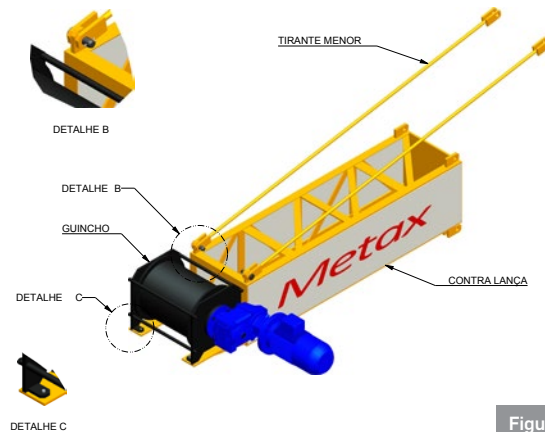

Figura 5
- Montar no solo o Guincho e o Tirante Menor na Contra Lança com parafusos, pinos e cupilha (Figura 5);